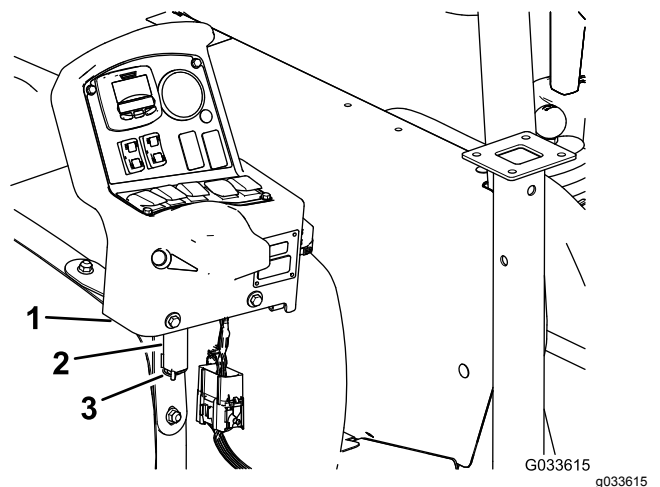

Figura 129
7. Rimuovete il quadro di comando dalla staffa di montaggio di comando sul cruscotto della macchina e allineate il perno di articolazione sul quadro di comando con la staffa d'immagazzinamento sulla fascetta del serbatoio anteriore (Figura 129); fate riferimento a Installazione del quadro di comando sulla macchina \(pagina 25\).
- Montate il quadro sulla staffa e fissate il perno di articolazione alla staffa con la coppia (Figura 129).